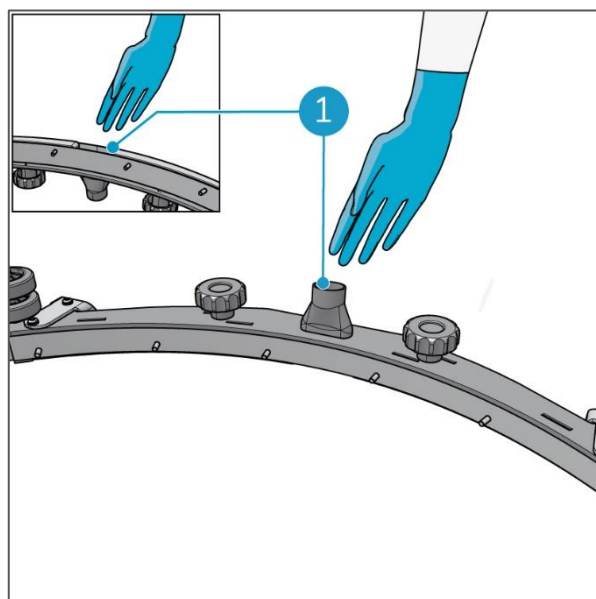

Figura 38
9. Rimuovere con attenzione i detriti dall'ingresso dell'acqua di recupero (Figura 38, pos 1) a mano.